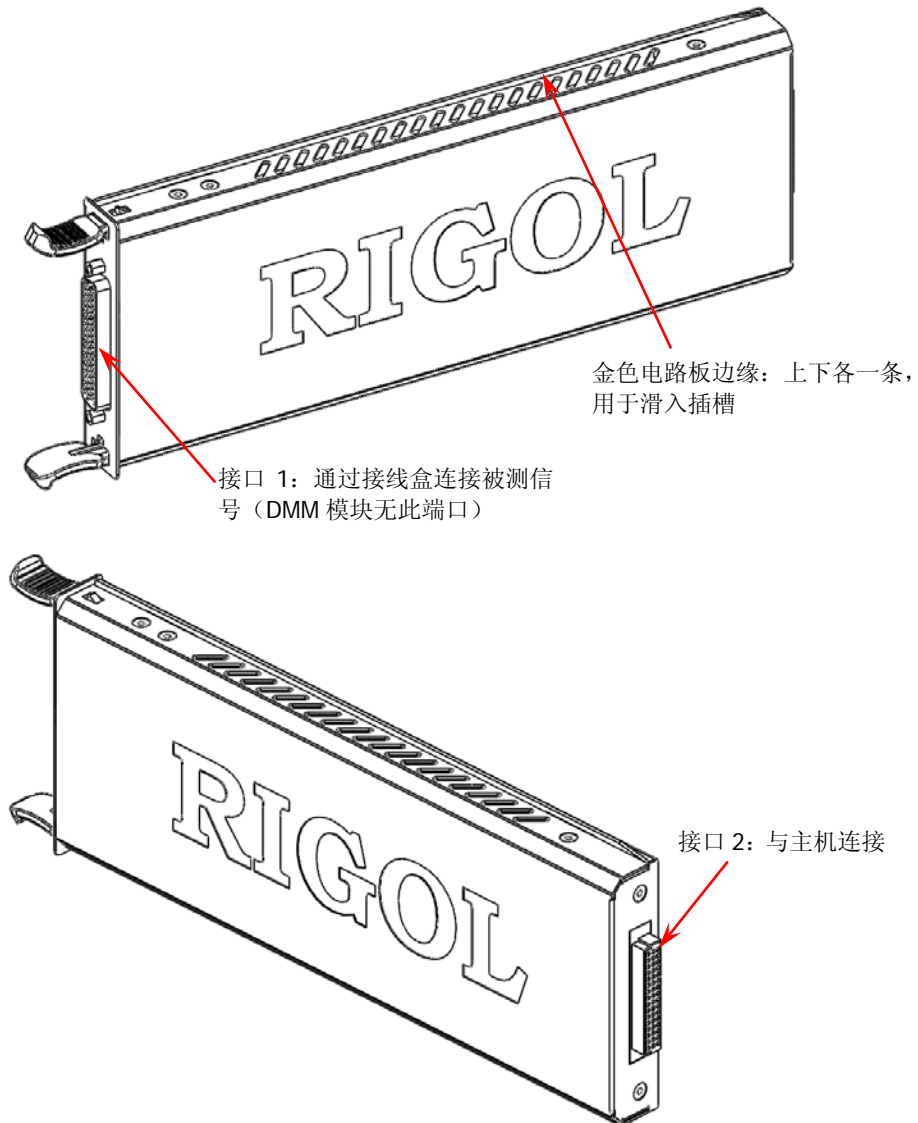

图 1-7 插入式模块外观图
如图 1-7，模块上下各有一条外露的金色电路板边缘。将这两条边缘对准主机插槽内的滑槽后推入，听到“咔嚓”的声音表明已插入到位。此时，接口 2 已与主机连接。
- 将接线盒与模块上的接口 1（接口定义见图 1-7）对接，旋紧两个螺杆使之与模块上的螺母紧固。